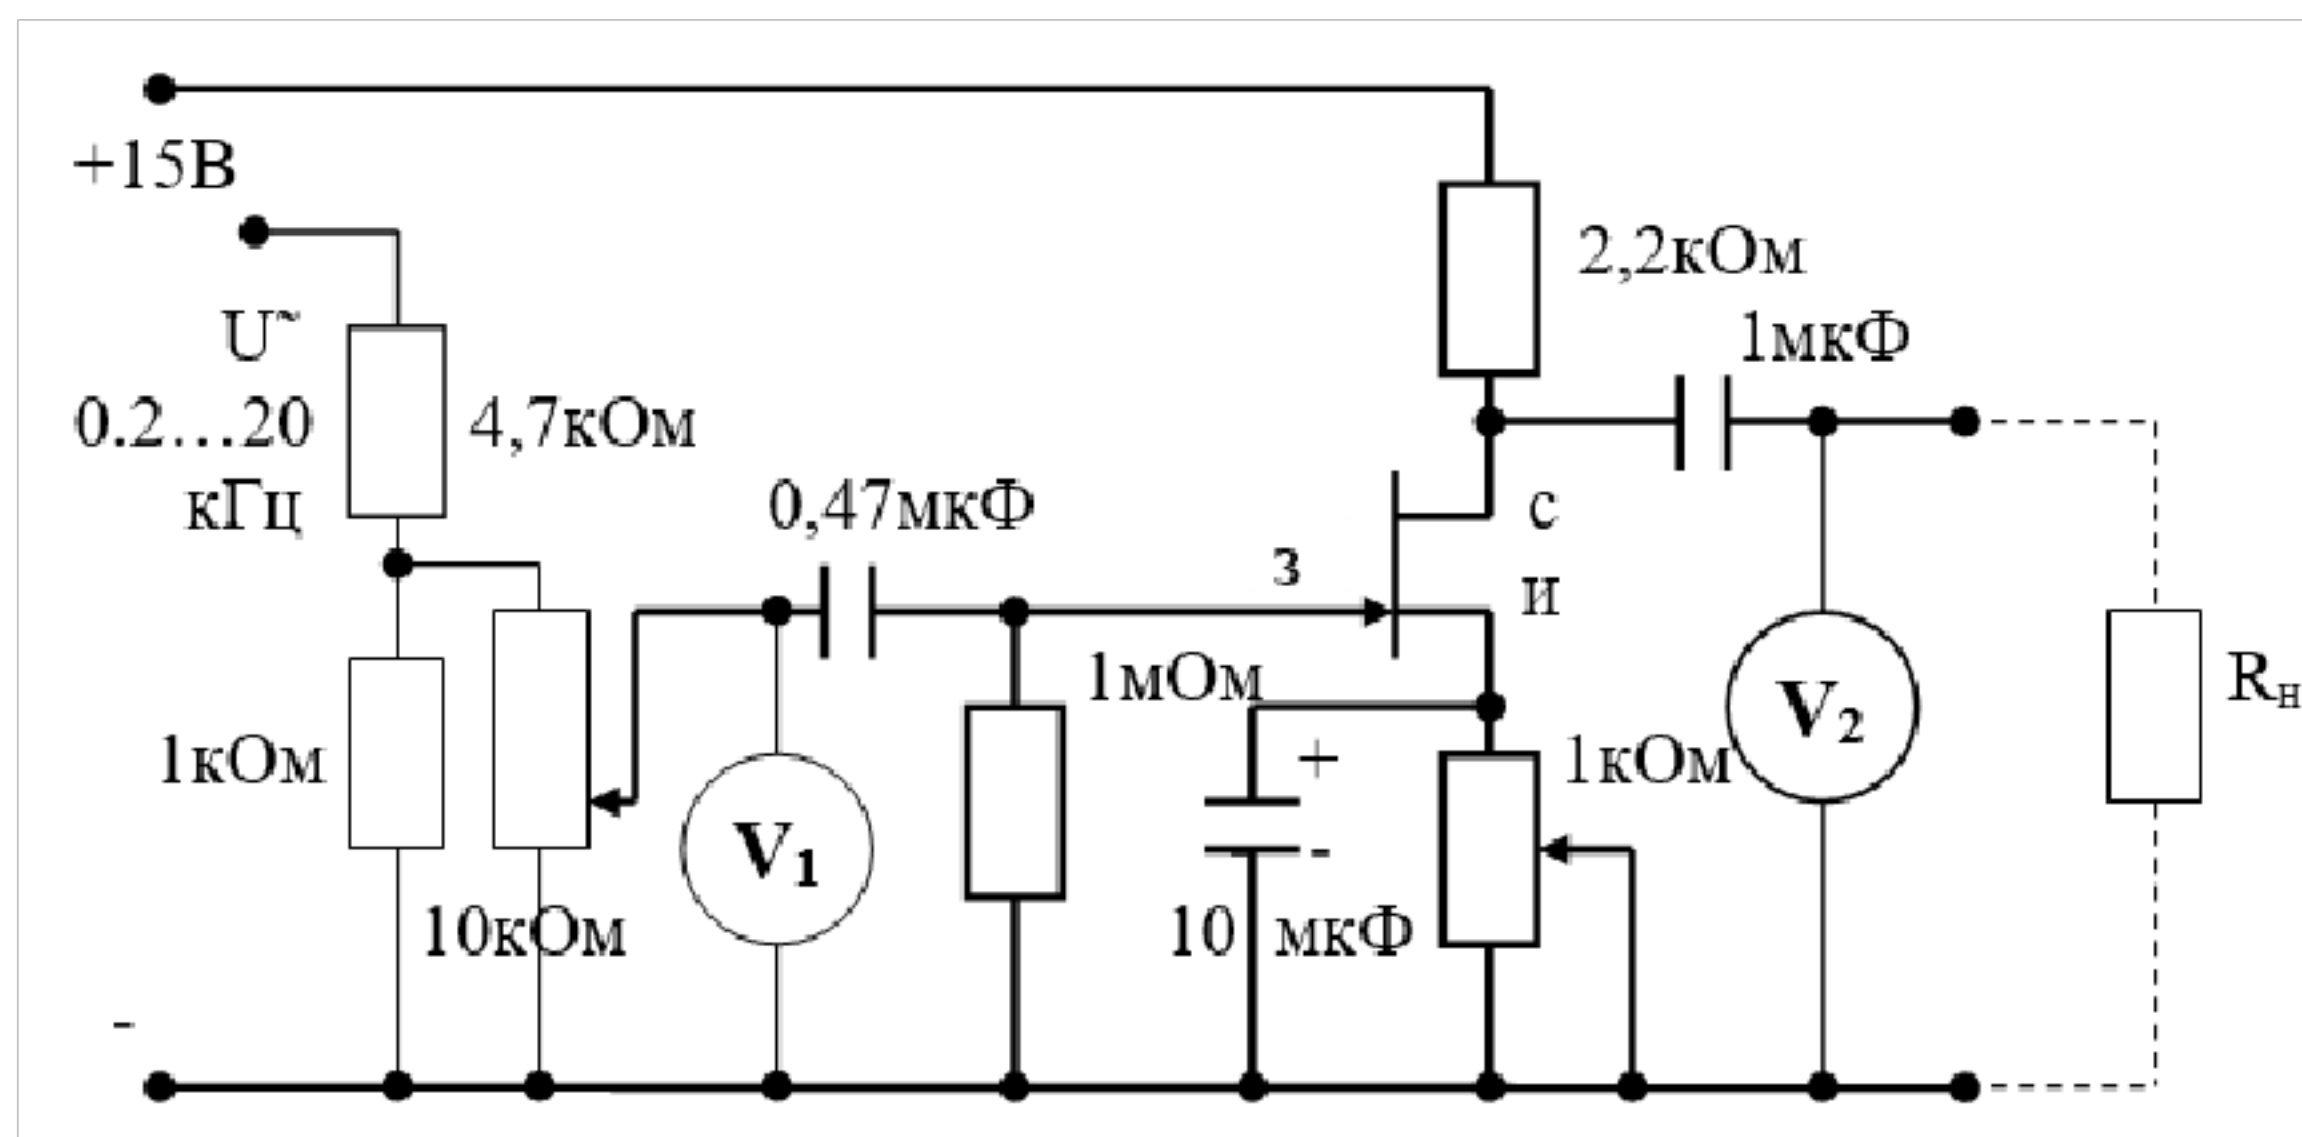

Рисунок 7.1 – Схема каскада усилителя с общим истоком
Схема каскада усилителя с общим истоком изображена на рис. 7.1.
1. Собрать схему усилителя (рис. 7.1).